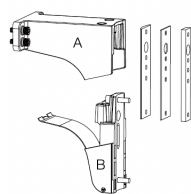
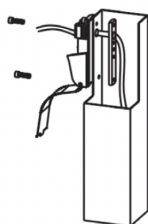
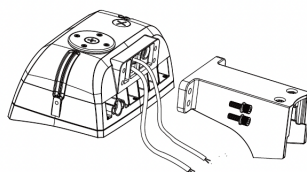

Fig. 1
Fig. 2
Fig. 3
1. Percer deux (2) trous de 10 mm dans la surface où le luminaire sera fixé.
2. Faire glisser la pièce B hors de l'ensemble du support fixe et la fixer au mât à l'aide de deux (2) boulons Allen de 8 mm. **REMARQUE :** Si le mât est rond, retirer le joint en silicone rond intérieur (Fig. 1 et Fig. 2). **Ne pas trop serrer les boulons. Couple recommandé : 4,5 Nm (40 po/lb).**
3. Retirer et jeter le bras à cliquet en desserrant les deux (2) boulons de 8 mm reliant le support au bas du luminaire.
4. Faire passer les fils à travers la pièce A du support fixe et fixer le luminaire au support à l'aide des quatre (4) boulons Allen de 8 mm (Fig. 3). **Ne pas trop serrer. Couple recommandé : 4,5 Nm (40 po/lb).**